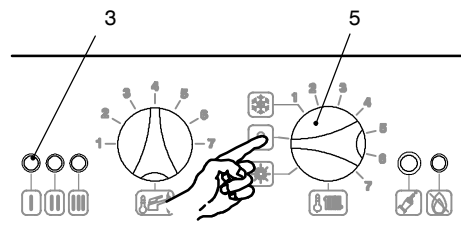

fig. 6.5
- 21 Spegner la caldaia portando il selettore 5 sulla posizione "O" fig. 6.5